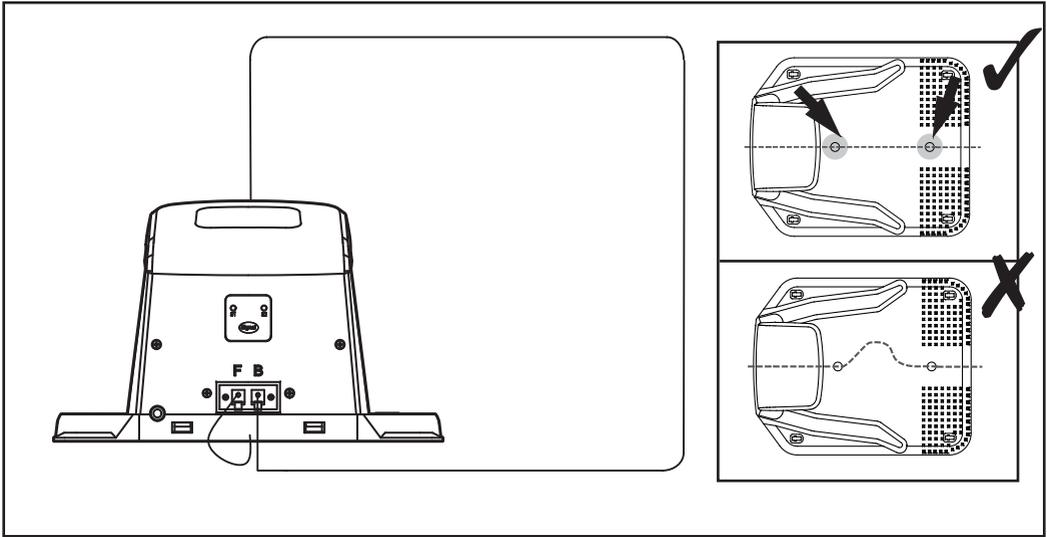

Fig. 21
- Brancher correctement le câble périphérique (19) à la station de charge (12) :
1. Brancher l'extrémité de départ du câble périphérique (19) à la borne **F** (avant) du câble périphérique gauche (noire) (16).
2. Placer le câble périphérique (19) sous la partie centrale de la station de charge (12).
3. Brancher l'autre extrémité à la borne **B** (arrière) du câble périphérique droit (rouge) (15) (Fig. 21).